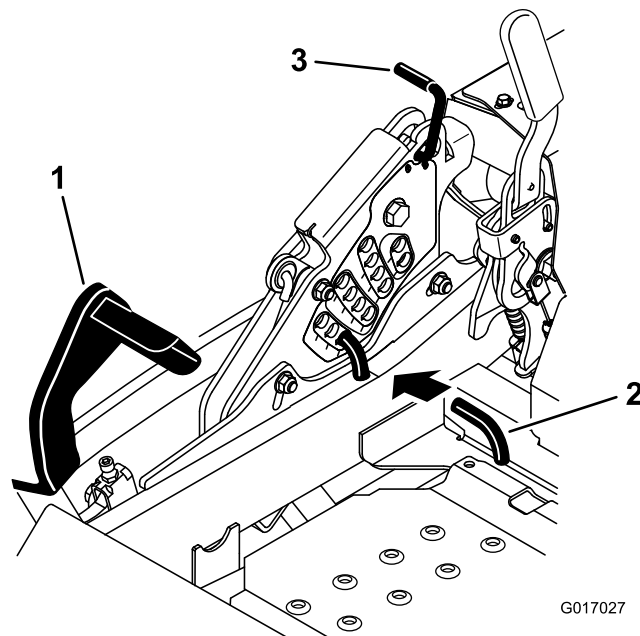

Figura 84
5. Empuje el pedal de elevación de la carcasa hacia delante del todo; la carcasa se enganchará en la posición de transporte de 14 cm (5-1/2 pulgadas) (Figura 84).